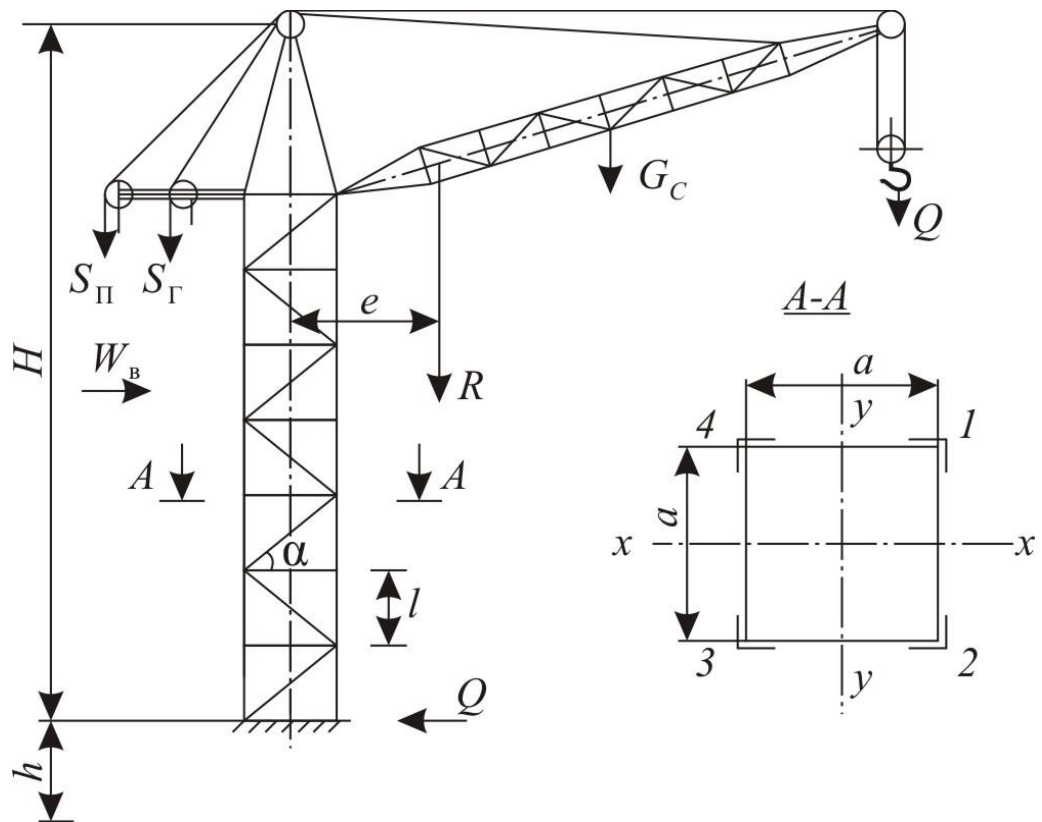

Рисунок 27
7. Якщо значення напружень (6) і (7) перебувають у межах допустимих:  $[\sigma] \pm 5 \%$ , то переріз вибрано задовільно, у противному випадку призначити інші  $F_1$  і  $F_2$  та провести розрахунок.
**Завдання 19.** Виконати розрахунок поворотної башти баштового крана. Схема башти зображена на рис. 27.
2. У нашому випадку найбільш навантаженими поясами будуть 1 і 2 (див. переріз  $A-A$ , рис. 27).